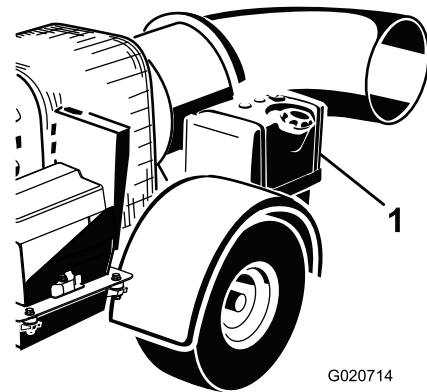

Figura 10
2. Limpe a zona em redor da tampa do depósito de combustível e retire-a (Figura 10).